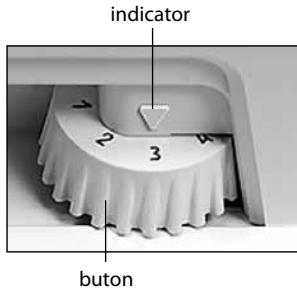

Figura 4 – Buton
2.3.1 Reglarea temperaturii în congelator se efectuează cu ajutorul butonului în conformitate cu figura 4. În cazul dacă după ajustarea